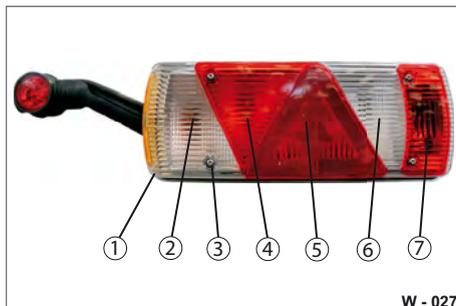

Abb. 29 Komponenten der Heckleuchte
- ▶ Schrauben Sie die 4 Befestigungsschrauben (Abb. 29/3) ab.
- ▶ Entfernen Sie die äußere Lichtscheibe (Abb. 29/1). Legen Sie diese sicher ab.
- ▶ Schrauben Sie die Befestigungsschrauben (Abb. 29/3) an. Ziehen Sie die Schrauben mit max. 1,5 Nm Anziehdrehmoment an. Eine gesprungene Lichtscheibe muss erneuert werden!